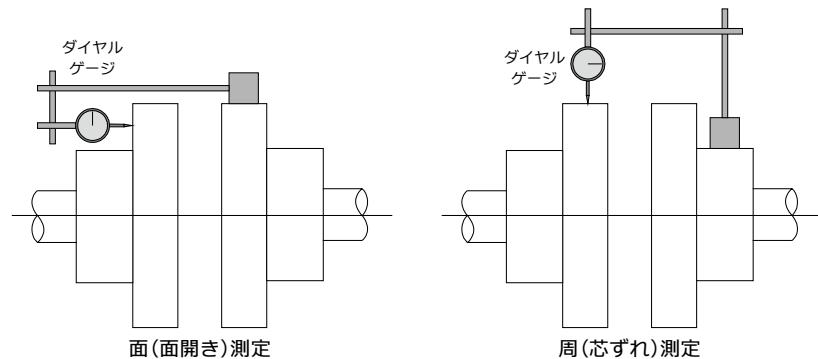

図 2.3-1 ダイヤルゲージによる芯出し
- (3) カップリングの面間寸法を外形図に記載されている寸法に従って、テープゲージなどを用いて確認してください。
- (4) ダイヤルゲージなどを用いて芯出しを行ってください(図 2.3-1)。カップリングの 90° 每の 4 点を測定し、それぞれの値が面・周とも 5/100mm 以下となるように調整してください。